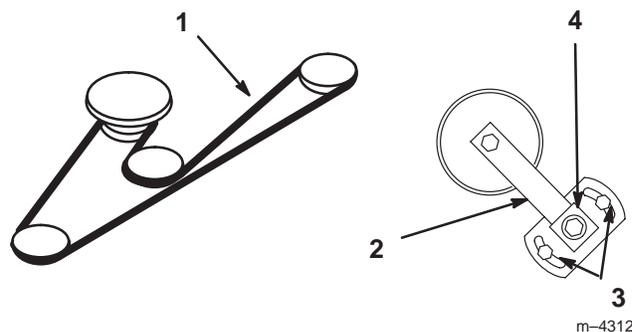

Figure 62
- Desserrez les deux écrous de fixation de la plaque du bras de tension et déplacez ce dernier pour détendre la courroie sur la poulie de tension. Déposez la courroie usée du plateau de coupe (Fig. 62).
- Installez une courroie neuve autour des poulies d'axe, du guide-courroie, de la poulie de tension et dans la gorge inférieure de poulie d'axe centrale (Fig. 62).